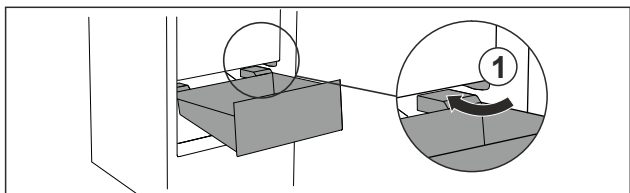

Fig. 84
- ▶ Обойдите стопор Fig. 84 (1) выдвижного ящика под наклоном.